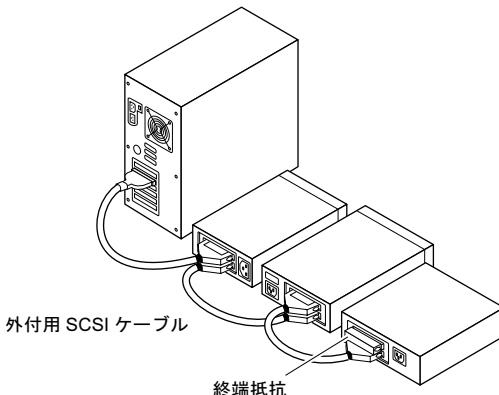

図 2. 外付用 SCSI デバイスのデイジーチェーン接続
- 4 他の外付用 SCSI デバイスを接続する場合は、それぞれのデバイスを 1 つ前のデバイスに接続し、すべての外付用 SCSI デバイスを接続するまで、デイジーチェーン状に接続を繰り返します (図 2 を参照)。